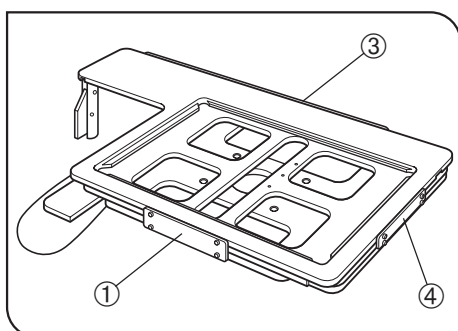

Abb. 5
1. Mit dem Sechskant-Steckschlüssel (3 mm) die Transportsicherung ① von der Hinterkante des Tisches entfernen. (Abb. 5) Die entfernten Schrauben werden für die Montage des Tisches verwendet.
2. Den Tisch so halten, dass sich der Grobtrieb und die x- und y-Achsen-Triebe auf der rechten Seite befinden, und vorsichtig auf den Tischhalter ② aufsetzen. Die vier Schrauben mit dem Sechskant-Schraubendreher oder dem Sechskant-Steckschlüssel vorläufig anziehen.
3. Die Transportsicherung(en) von der Vorderseite ③ und der Seite (nur MX-SIC1412R2) ④ des Tisches entfernen. Den Tisch ganz nach hinten schieben und überprüfen, ob der Tisch und der Arm sich nicht gegenseitig behindern. Anschließend die vier Schrauben fest anziehen. (Abb. 5)
Vorsichtsmaßnahmen vor einem Transport des Tisches (Abb. 5)